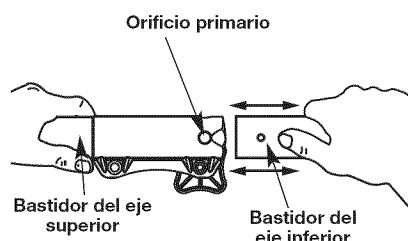

Fig. 3
2. A la vez que sostiene firmemente el accesorio de corte u otro accesorio, empujelo derecho hacia el interior del acoplador Convertible™ hasta que el botón de desconexión encaje sólidamente en el orificio principal (Fig. 3).
3. A la vez que sujetas la caja del eje superior, tire del accesorio de corte o cualquier otro accesorio recto hacia afuera del acoplador Convertible™ (Fig. 3).